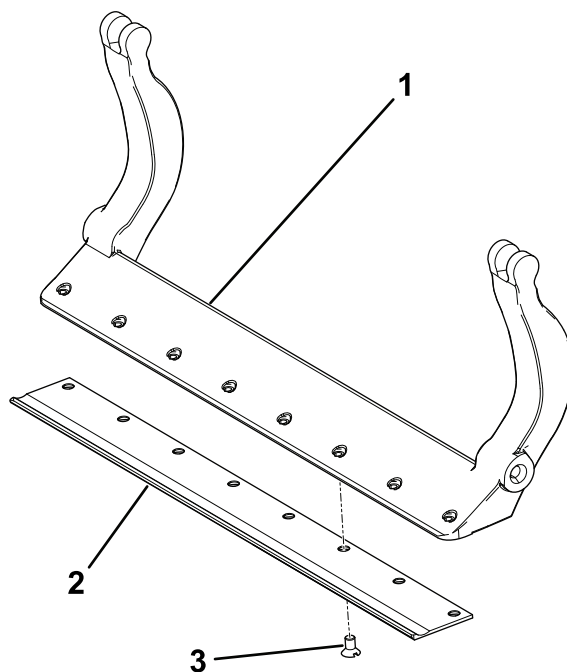

Figura 40
3. Applicate un composto antigrippaggio sulle viti e montate la controlama sulla barra di appoggio come segue (Figura 40):
- A. Serrate le 2 viti esterne a 1 N·m; fate riferimento alla Figura 40.
- B. Partendo dal centro della controlama, serrate le viti a 23–28 N·m; fate riferimento alla Figura 40.